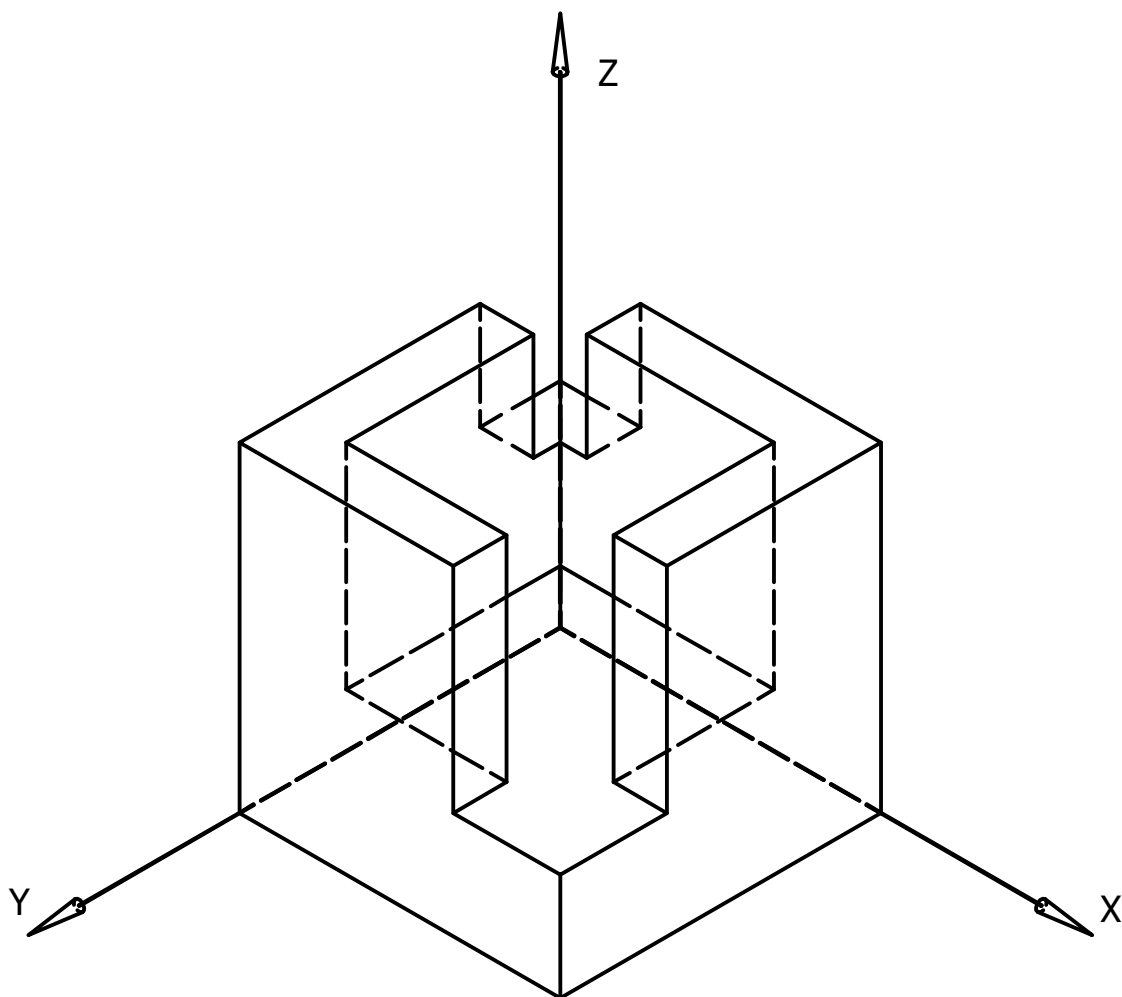

Figura 2 (e:1/1)
1. Dibujar, a escala 1/2, sobre los ejes de la figura 2, la perspectiva isométrica de esta pieza.
La perspectiva isométrica de la figura 2 representa este cuerpo a escala 1/1.